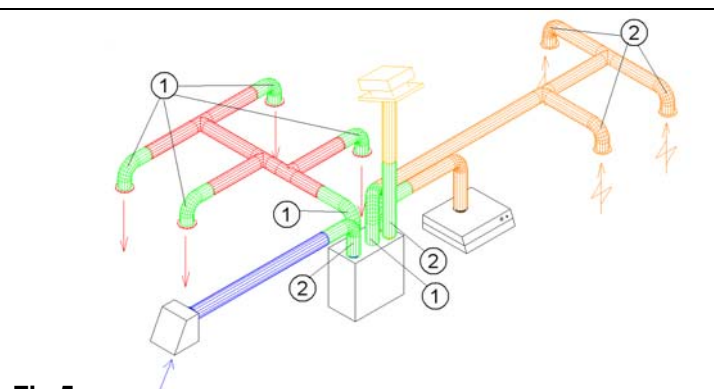

Fig.5
För att undvika fläktljud till rummen används ljuddämpare (pos.1, fig.5) på aggregatets till- och frånluftstosar (längd = ca 1,0m per styck).
Flexibla kanaler (pos.2, fig.5) kan användas vid övergången mellan kanalsystemet och takhuv/uteluftsintag. Alternativt kan flexibla ljudfällor användas vid korta kanaldragningar till det fria. Krav är dock att inte ljudet bör bli högre utomhus.